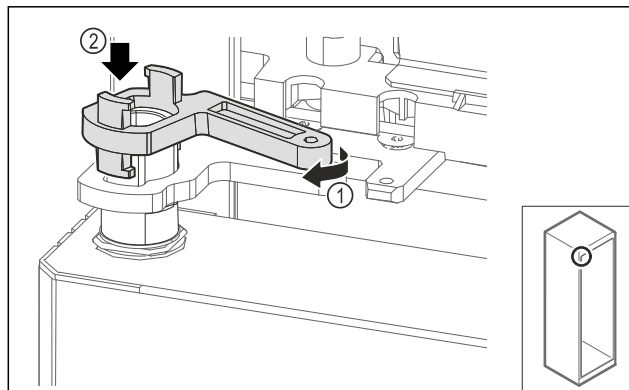

Fig. 66
- ▶ Fordítsa el kissé a csapágybak zárját Fig. 66 (1), és helyezze a hüvelyre Fig. 66 (2).